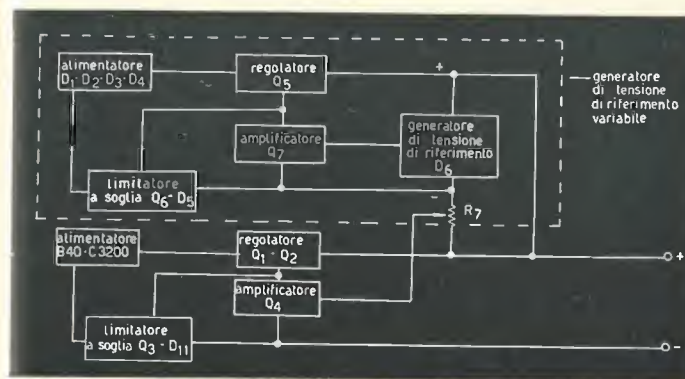
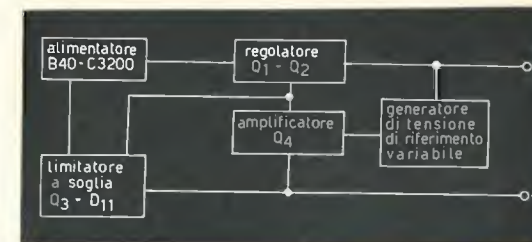

figura 2B
figura 2A
Lo schema a blocchi completo (figura 2B) mostra anche i dettagli del generatore di tensione di riferimento variabile, che è costituito da un secondo alimentatore stabilizzato (erogante bassa corrente di uscita) (2) in tutto simile al primo. Anche questo secondo alimentatore stabilizzato in formato ridotto è dotato di uno stadio regolatore in serie, di uno stadio amplificatore, di uno stadio di protezione e di uno stadio generatore di tensione di riferimento fissa (a 20 V).
(1) cq elettronica, 1/70, pagine 65+73.
(2) La massima corrente di erogazione di questo secondo alimentatore stabilizzato è di circa 80 mA.
Nelle figure 2A e 2B è schematizzato il circuito a blocchi. In particolare in figura 2A è indicato lo schema a blocchi globale mentre in figura 2B è indicato lo schema a blocchi particolareggiato.
Come si può notare dall'osservazione di questi schemi si tratta di un alimentatore stabilizzato con regolazione in serie (Darlington BFY51-2N3055), con uno stadio amplificatore per il pilotaggio del regolatore e con uno stadio di protezione contro i cortocircuiti a soglia regolabile (figura 2A). Completa il circuito uno stadio generatore di tensione (stabilizzata) di riferimento variabile.